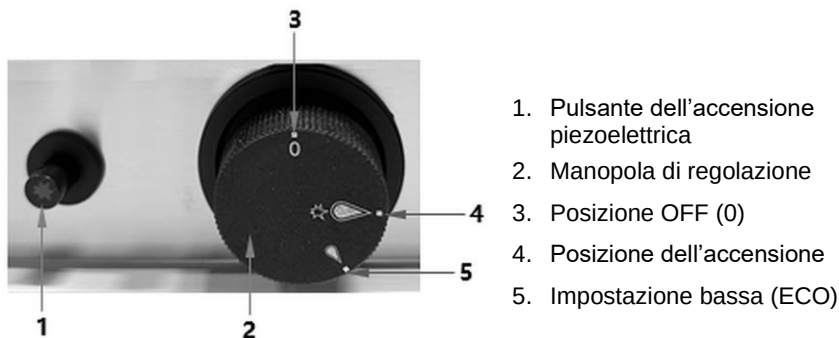

Fig. 5
1. Portare la manopola di regolazione (2, fig.5) in posizione di accensione (4).
2. Premere la manopola di regolazione (2) ed tenerla premuta.
3. Premere più volte il tasto di accensione piezoelettrica (1), finché non si accende il bruciatore principale.